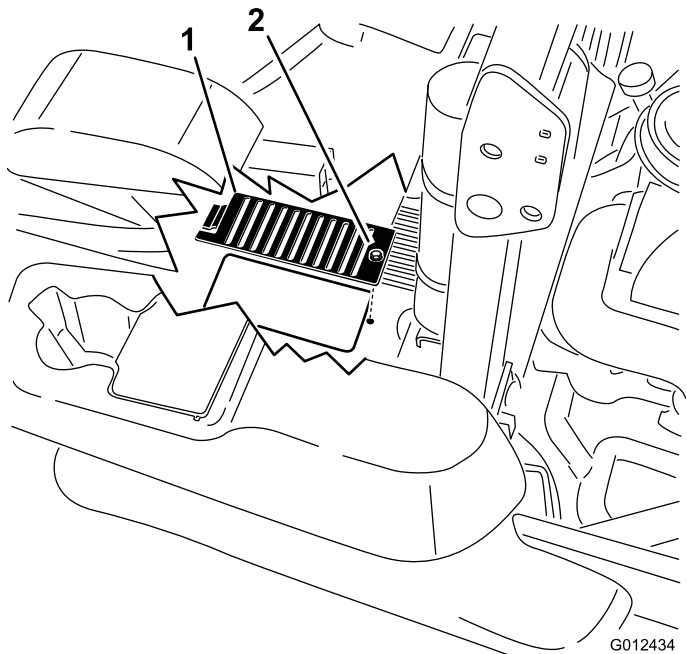

Figure 79
6. Au-dessus de chaque jauge, retirez le couvercle ainsi que le boulon fixé dessus. Nettoyez la surface autour de chaque jauge et unité hydraulique (Figure 79).